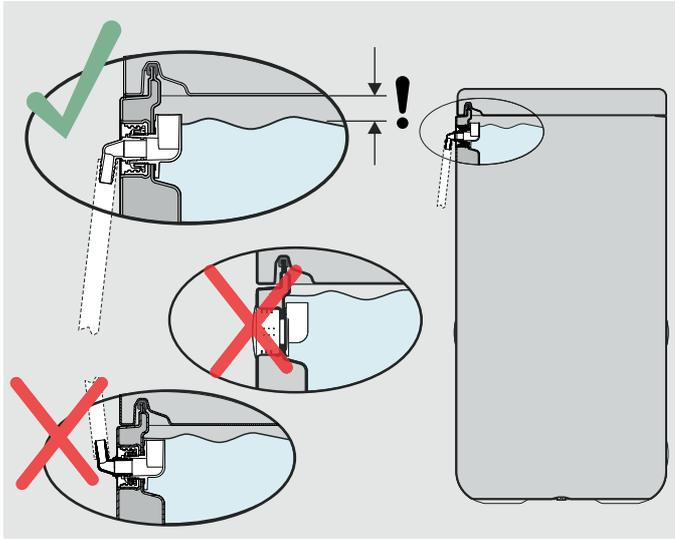

Fig. 4-6 Montagem da mangueira de escape no sobrefluxo de segurança
- Unir a mangueira de escape à peça de ligação da descarga de segurança (ver Fig. 4-6 e Fig. 3-1, Pos. 23).